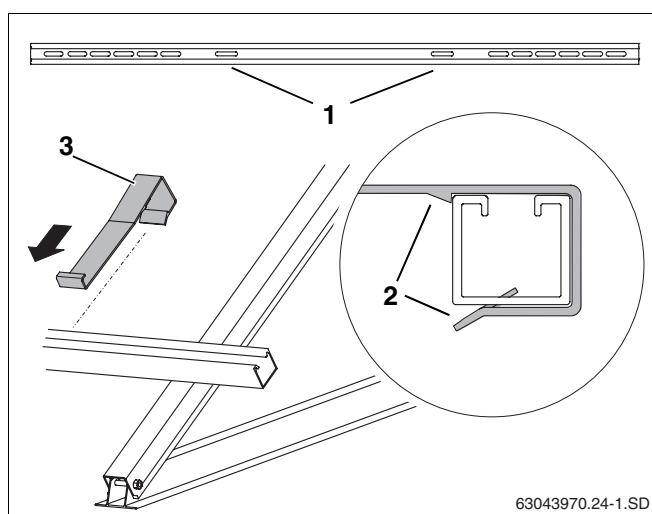

Fig. 36 Attacco della sicurezza antiscivolamento
- Infilare dall'esterno le sicurezze anti scivolamento (fig. 36, **pos. 3**) nei vari fori oblunghi interni (fig. 36, **pos. 1**), e spingerle dentro le guide profilate finché tali sicurezze non si aggancino in posizione (fig. 36, **pos. 2**).